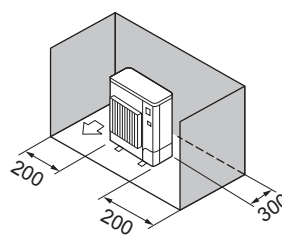

Fig. 2-4
- ③ Εμπόδια στην πίσω και στις δύο πλαϊνές πλευρές μόνο (Fig. 2-4)